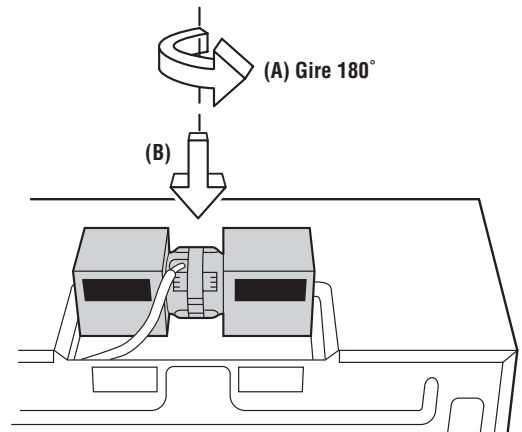

Figura 9
3. Gire la unidad de ventilador de la campana 180° para que los orificios de las paletas del ventilador estén frente a la parte posterior del horno. Vea la Figura 9 (A). Coloque nuevamente la unidad de ventilador de la campana en el horno. Tenga cuidado de no atrapar el alambre y la unidad de ventilador de la campana. Vea la Figura 9 (B).